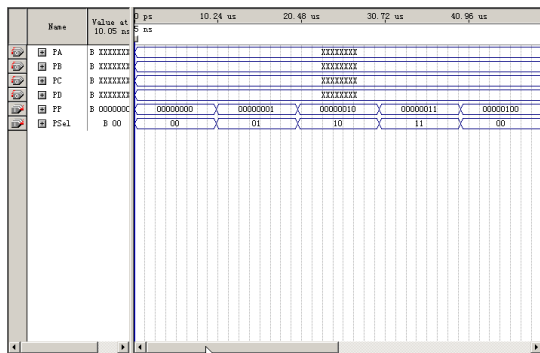

图 27-37 编辑仿真输入信号
- (9) 将输入端口 PP 和 PSel 按照如图 27-37 所示，进行编辑，即指定仿真输入信号。